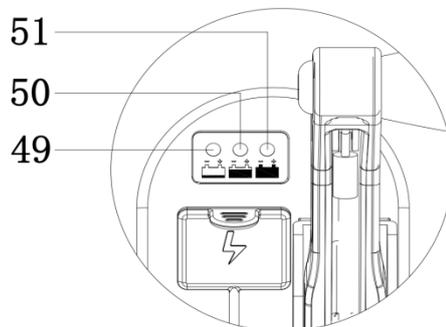

Abbildung 3
**ANZEIGEFENSTER DER LADEANZEIGELEUCHE (wie in Abbildung 3 dargestellt)